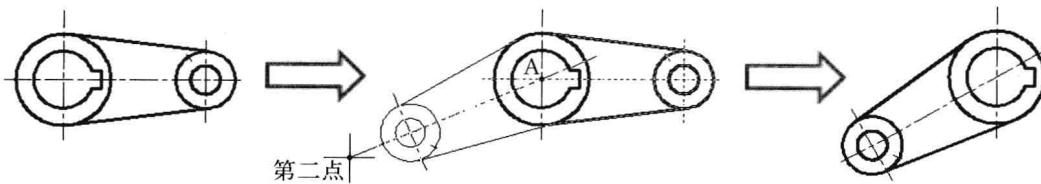

图 4-3-2
(1) 单击“常用”选项卡，在“修改”面板中单击“旋转”按钮 \odot ，选择菜单命令“修改/旋转”。
(2) 启用旋转命令之后，命令行提示“UCS 当前的正角方向：ANGDIR=逆时针 ANGBASE=0，选择对象”，使用一种选择方法选择需要旋转的曲柄构件，并按 Enter 键。
- (3) 命令行提示“指定基点”，捕捉并单击曲柄左侧圆心作为旋转基点的位置。
- (4) 命令行提示“指定旋转角度，或[复制 (C) / 参照 (R)] <0>”，在视图中移动十字光标，拖动出一条线，选择的对象会绕指定基点旋转。
- (5) 单击第二个点，选择对象即可旋转，而且平行于基点与第二点的连线，如图 4-3-2 所示。